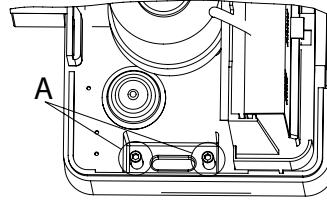

Fig. 6A
- Si los tornillos M8x50 de fijación del motorreductor están colocados en la placa, suéltelos. La base del motorreductor está provista de 4 tuercas en la parte inferior del motorreductor al lado de las ranuras de fijación. A través de los orificios correspondientes, apriete a las tuercas los 4 pasadores suministrados (ref. A Fig. 6A).